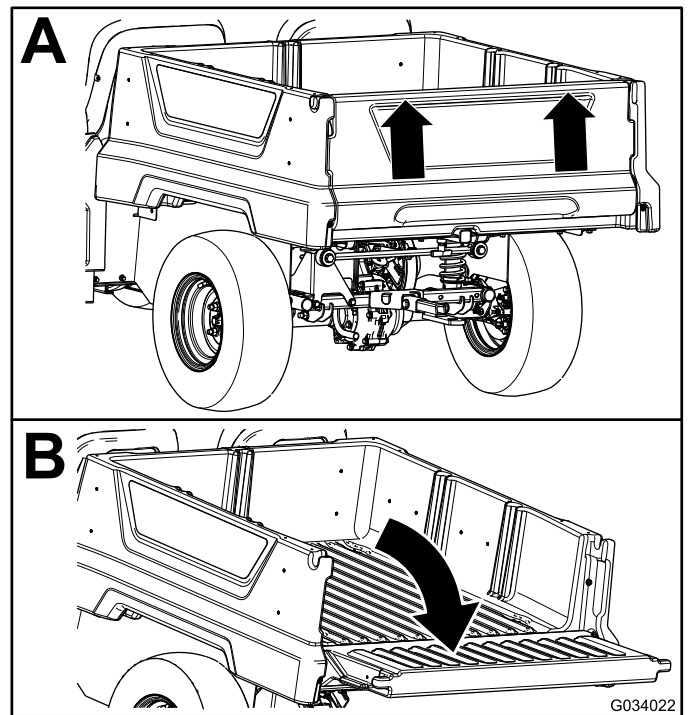

Figure 21
2. Utilisez les deux mains pour soulever le hayon en le prenant par le bord supérieur (Figure 21).
3. Abaissez le hayon jusqu'à ce qu'il soit au niveau du fond du plateau de chargement (Figure 21).